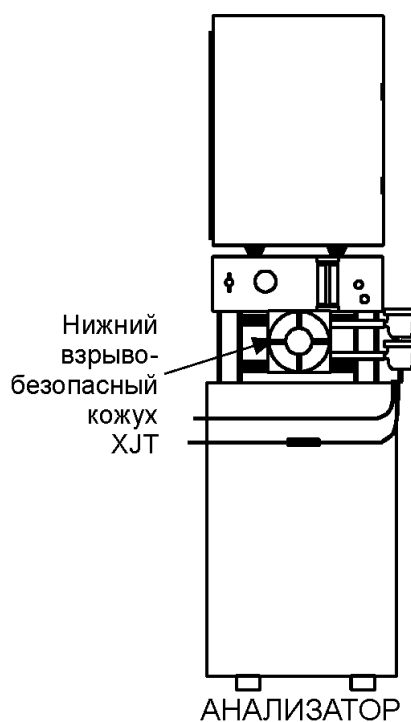

Рисунок 3-3. Положение нижнего взрывобезопасного кожуха (ХJT) на стойке анализатора
- (1) Отключите (отсоедините кабель) питание и от анализатора и от контроллера хроматографа.
- (2) Со стороны анализатора, найдите нижний взрывобезопасный кожух (его крышка маркирована номером по каталогу изготовителя "ХЈТ"). Отвинтите и снимите резьбовую крышку этого кожуха (смотри рисунок 3-3).